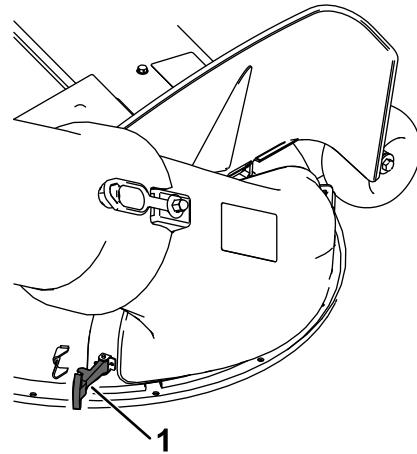

Figure 23
- 4. Fixez la goulotte au plateau de coupe en accrochant le loquet à poignée flexible de la goulotte à la retenue sur le plateau de coupe (Figure 23).